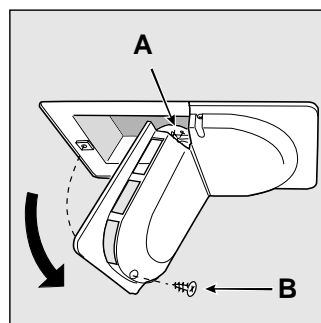

Fig. 5
- Cómo cambiar la bombilla interior: En la parte trasera de la caja termóstato está situada la bombilla de alumbrado interno. En caso de tener que reemplazarla, desenrosca la bombilla agotada y sustitúela con otra cuya potencia no sea de más de 15 W actuando según se indica en la fig. 5.